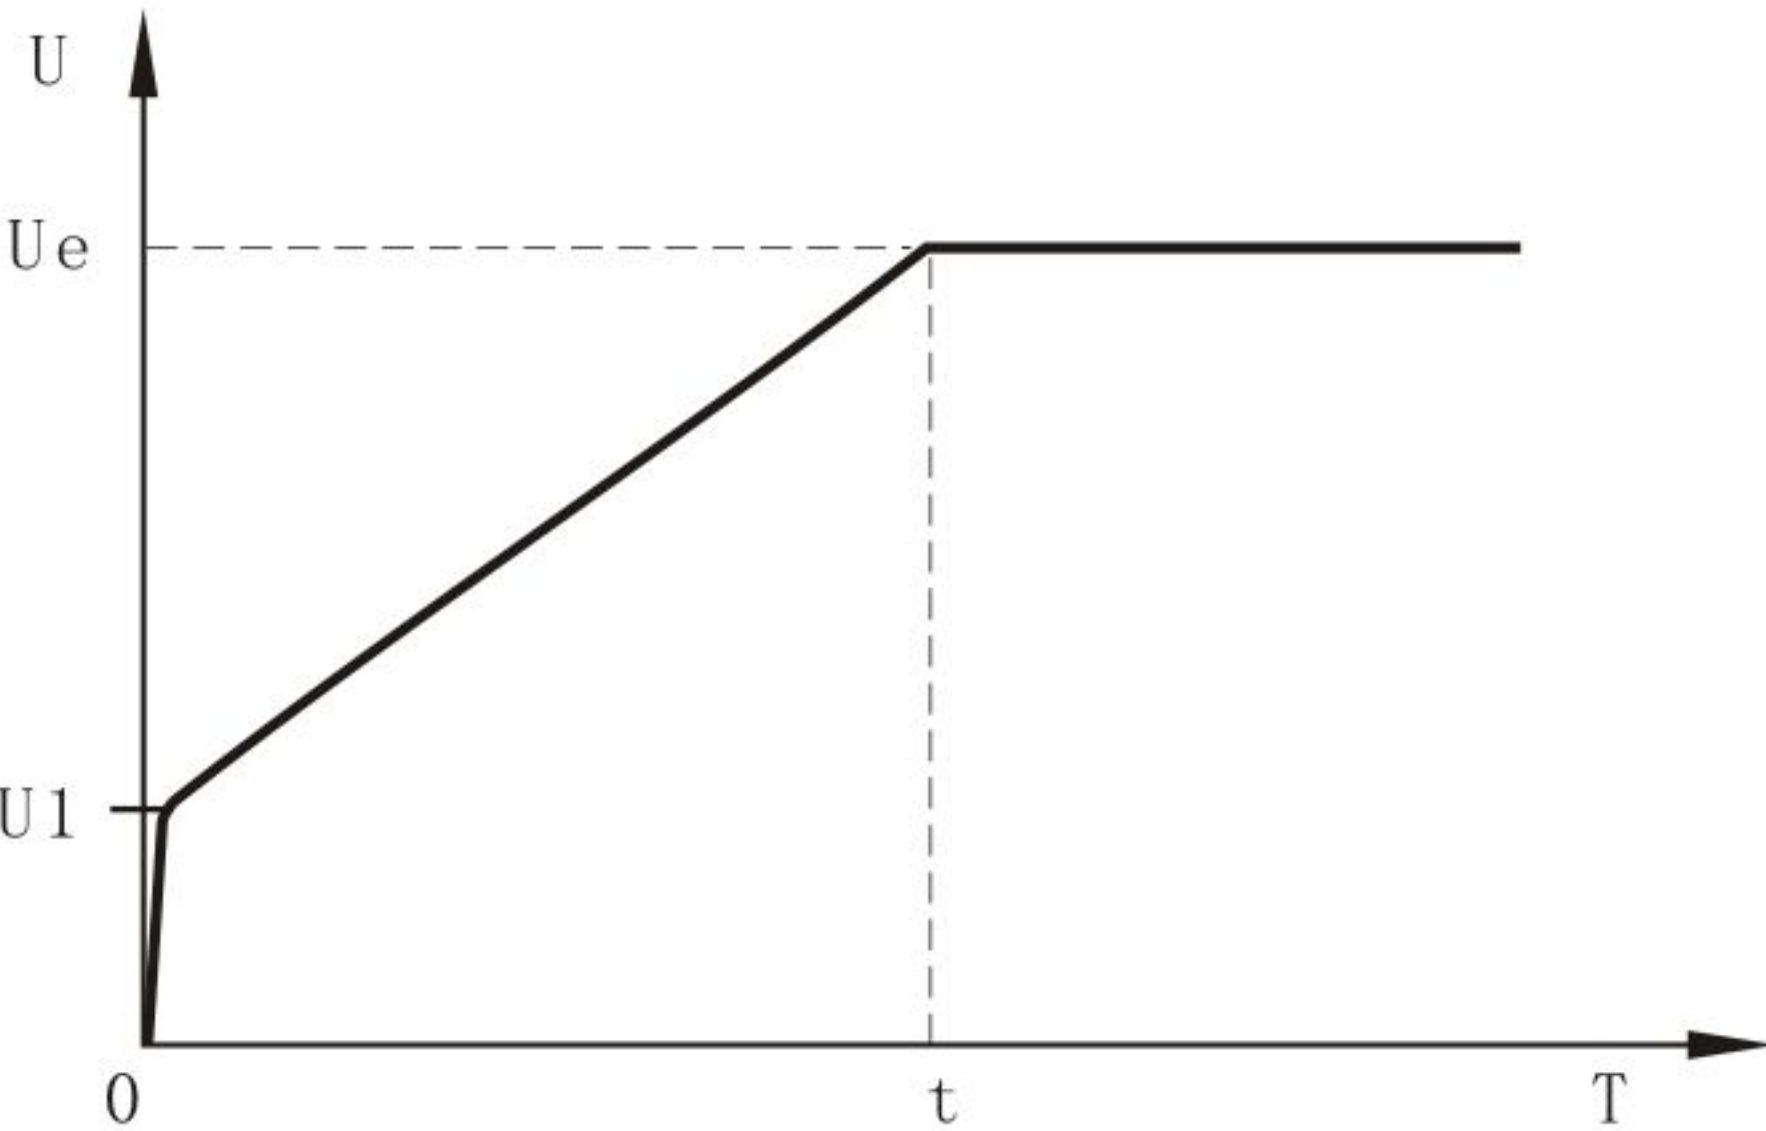

图12-2-1
- ① 代码FB设为（1电压）时为此电压起动模式。图12-2-1给出了电压斜坡起动的输出电压波形。其中U1为起动时的起始电压值，当电机起动时，在电机电流不超过额定值400%的范围内，软起动器的输出电压迅速上升至U1，然后输出电压按所设定的起动参数逐渐上升，电动机随着的电压的上升不断平稳加速，当电达到额定电压Ue时，电机达到额定转速，旁路接触器吸合，起动过程完成。
- ② 起动时间t是根据标准负载在标准实验条件下所得的控制参数,RPR6000系列软起动器以此参数为基准,通过控制输出电压使电机平稳加速以完成起动过程，并非机械地控制时间t而不论电机加速是否平稳。鉴于此，在负载较轻时，起动时间往往小于设定的起动时间，只要能顺利起动则属正常。一般而言，电压斜坡起动模式适用于对起动电流要求不严而对起动平稳性要求较高的场合。